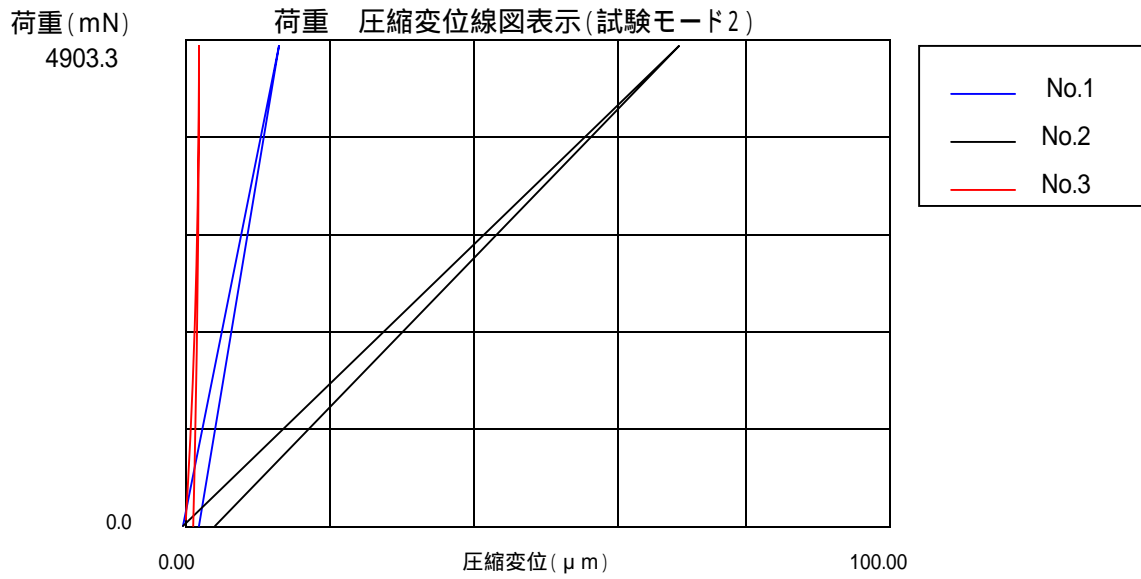

図5
1) 1. 項試験条件で圧縮試験して得られた試験結果を表1に、「荷重 圧縮変位線図」を図5に示します。